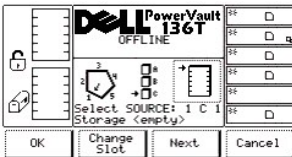

图 14. 状态 > 磁带库 > 槽位 > 更换槽位对话框
- 1 如果按下 **下一步** 软键下方的按钮，则当前的源参数将从磁带箱变为槽位，并显示“更换槽位对话框”。请参见 图 14。